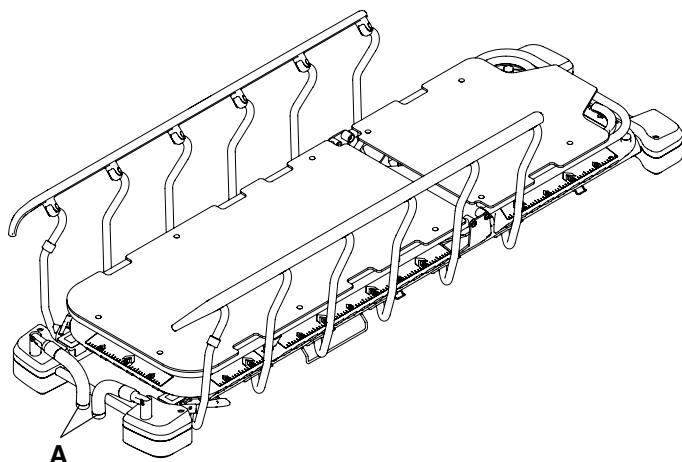

**Figura 10 – Ripiegamento delle maniglie di spinta del lato piedi**
4. Eseguire queste operazioni in senso inverso per ripiegare le maniglie di spinta del lato piedi (A) (Figura 10).